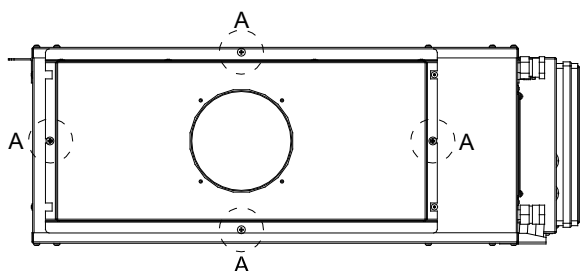

Figura 5
- I fili di alimentazione vanno collegati al morsetto a vite "J5" (vedi figura 5);